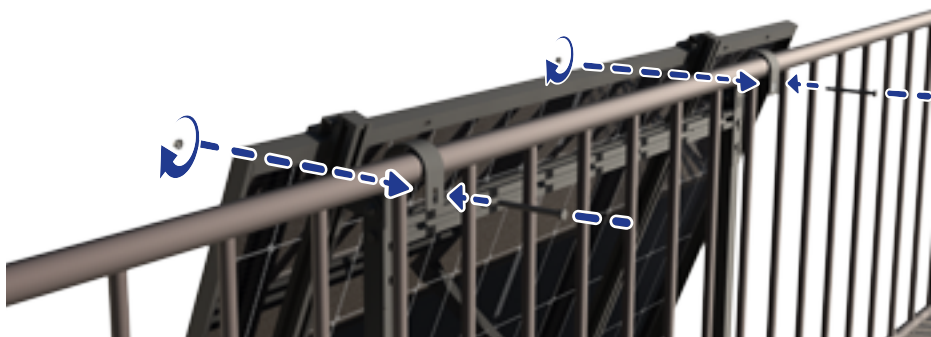

Fig. 17
19. Posizionare i ganci sul corrimano del balcone (↗ Fig. 17).
20. Avvitare i bulloni M8×90 con i dadi flangiati (↗ Fig. 17).